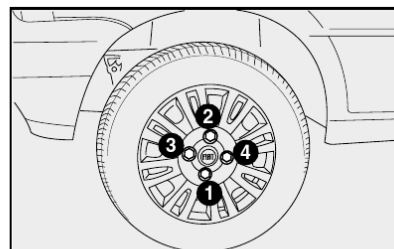

fig. 9
12) apertar bem os parafusos, passando alternadamente de um parafuso ao outro diagonalmente oposto, de acordo com a ordem ilustrada na fig. 9;